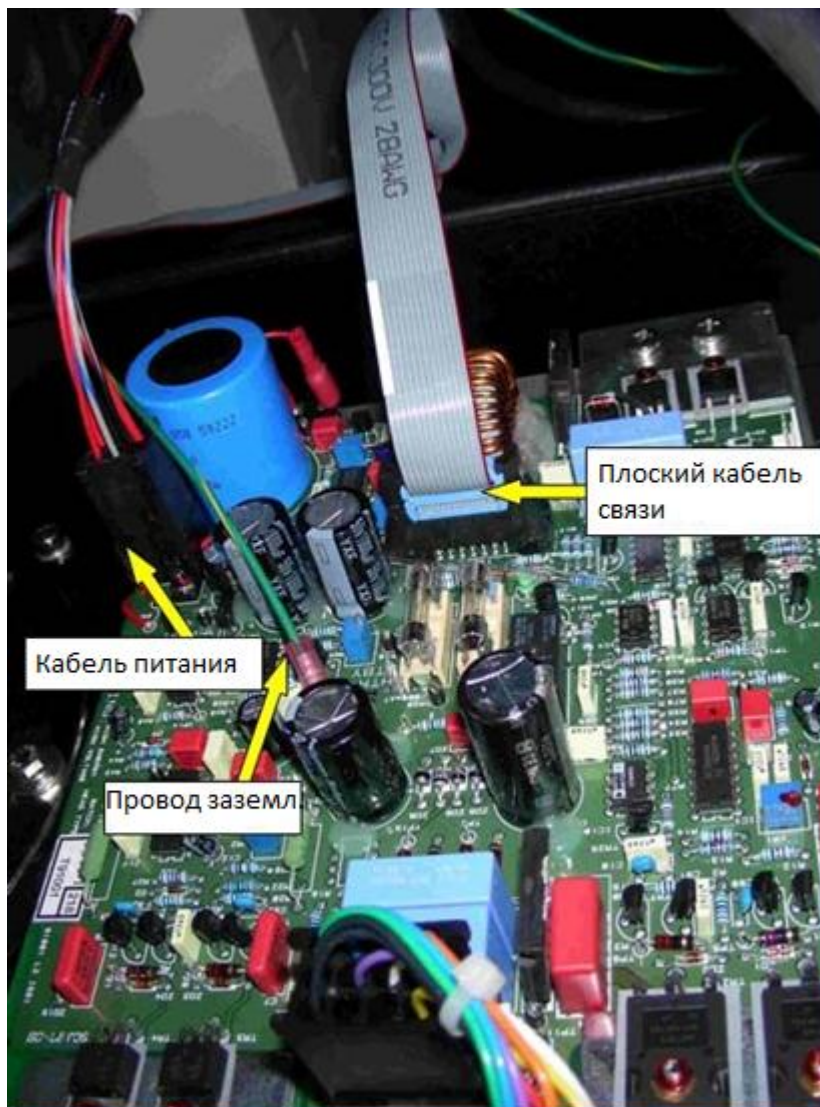

Figure 20-10: Провода платы рентгеновского контроллера
3. Удалите три (3) провода (Рисунок 20-10) подключающих плату рентгеновского контроллера к установке: